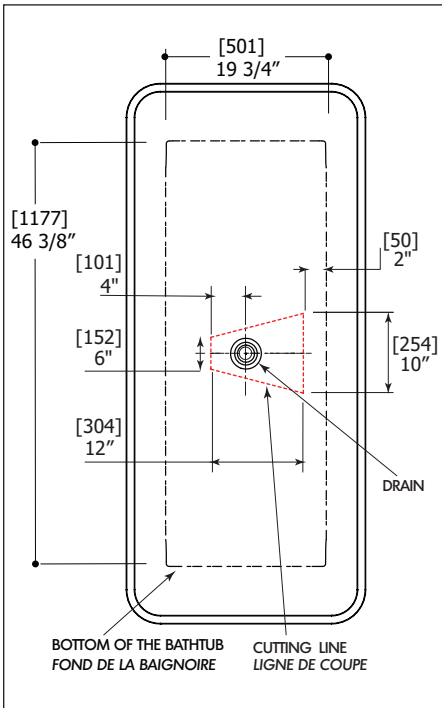

Fig.1
-On the floor, trace the bottom of the bathtub (length & width) and mark the cutting line (RED LINE) around the drain for connection for the piping, the drain and p-trap. Cut the opening in the floor along the red mark as shown (fig.1).
-Tracez le fond du bain (longueur & largeur) et marquez la ligne de découpage (LIGNE ROUGE) autour du drain pour le raccordement de la tuyauterie, drain et p-trap. Couper l'ouverture dans le plancher le long de la marque rouge comme indiqué (fig. 1)